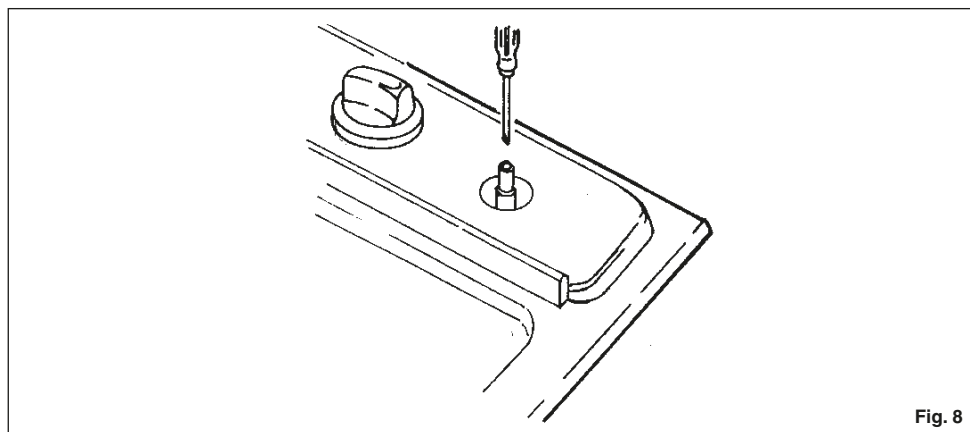

Fig. 8
- pour le réglage au minimum, tournez à l'aide d'un tournevis approprié la vis dans l'axe du robinet (Fig. 8) après avoir placé le robinet sur la position du minimum. Pour GPL (butane/propane) serrez à fond.